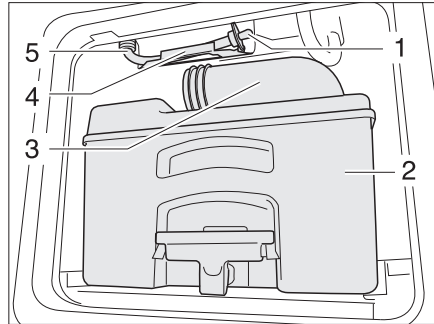

Bild 276 Ablaufschlauch Wassertank Toilette
- Kassette (Bild 276,2) an einer dafür zugelassenen Entsorgungsstelle entleeren und reinigen.
- Den Entleerungsstutzen (Bild 276,3) offen lassen.
- Ablaufschlauch (Bild 276,5) aus der Halterung (Bild 276,4) nehmen.
- Den Ablaufstößel (Bild 276,1) entfernen und Restwasser ausfließen lassen.